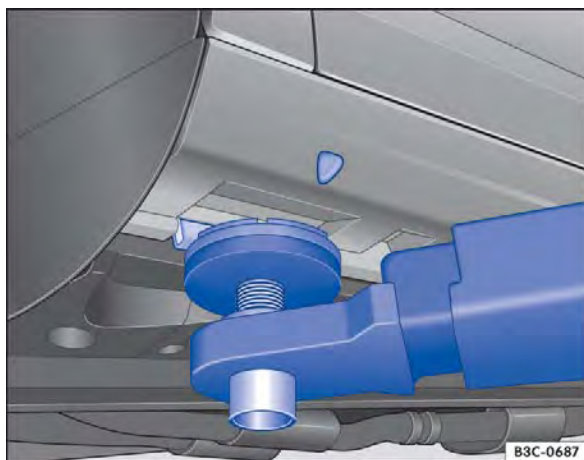
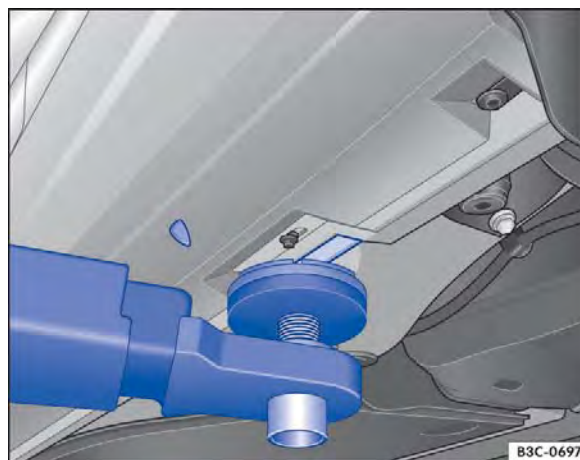

Fig. 213 Pontos de apoio dianteiros para a suspensão com plataforma elevatória ou com macaco.
Fig. 214 Pontos de apoio traseiros para suspensão com plataforma elevatória ou macaco.
O veículo deve ser suspenso somente pelos pontos de apoio indicados nas figuras \Rightarrow Fig. 213 e \Rightarrow Fig. 214. Se o veículo não for suspenso pelos pontos de apoio indicados, poderão ocorrer danos no veículo \Rightarrow e ferimentos graves \Rightarrow .
- Suspender o veículo somente pelos pontos de apoio indicados nas figuras \Rightarrow Fig. 213 e \Rightarrow Fig. 214. Se o veículo não for suspenso pelos pontos de apoio indicados, o veículo poderá cair da plataforma elevatória quando, por exemplo, o motor ou a suspensão for desmontado.